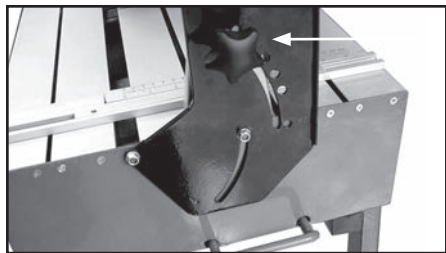

FIGURE 13
2. Desserrez l'écrou sur l'outil d'équarrissage et placez le carreau diagonalement (fig. 13).
1. Desserrez les deux boutons aux deux extrémités du pont (Fig 13).